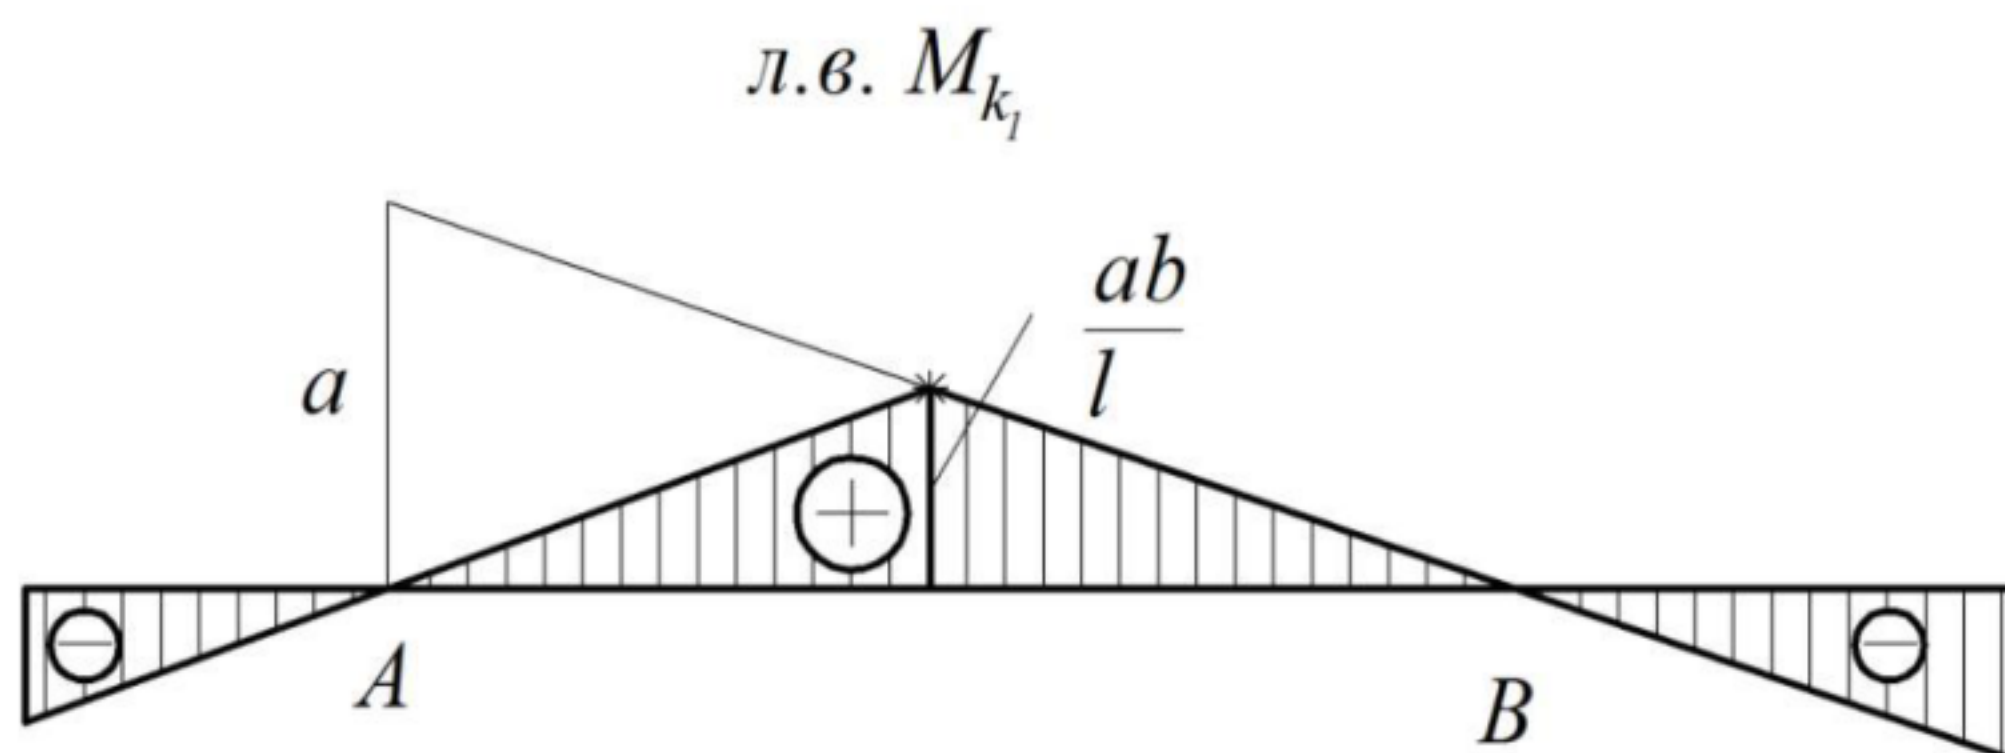

Рисунок 0.10
Линии влияния изгибающего момента и поперечной силы в каком либо сечении балки связаны с линиями влияния опорных реакций. Линия влияния изгибающего момента M_{k1} в сечении k_1 , расположенного в пролете балки (рис.0.10).
Таким образом, ординаты правой ветви равны увеличенным в a раз ординатам линии влияния опорной реакции V_A , а ординаты левой ветви – ординатам л.в. V_B , увеличенным в b раз. Левая и правая ветви пересекаются над сечением k_1 (рис. 0.10).
3. На полученную прямую сносят сечение. На рис. 0.10 эта точка показана звездочкой.